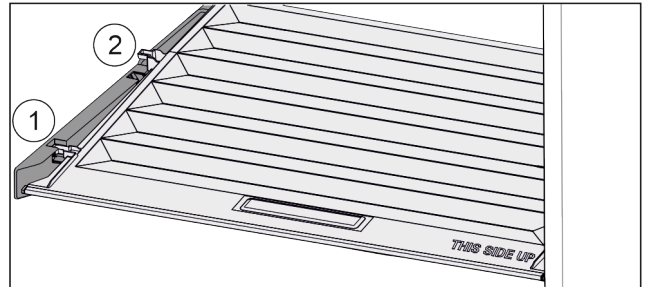

Fig. 101
- ▶ Издърпайте напред Fig. 101 (1) капака до отвора в задържащите части.
- ▶ Повдигнете го отзад отдолу и отстранете Fig. 101 (2) нагоре.